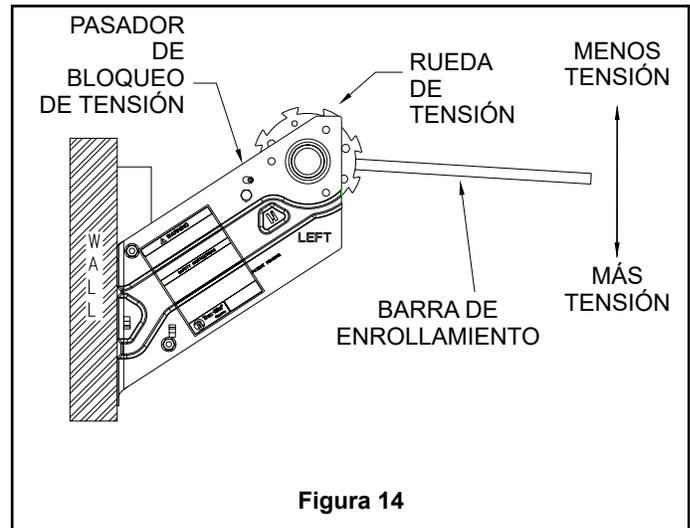

Figura 14
10.2 Para agregar tensión, inserte la barra de enrollamiento en el orificio rectangular en la rueda de tensión y jale hacia abajo hasta que el trinquete encaje. Muévelo levemente hacia arriba hasta que la rueda dentada se trabé donde corresponde (véase la Figura 14). Si se necesita más tensión, mueva la barra de enrollamiento al siguiente orificio en la rueda de tensión y repita según sea necesario.